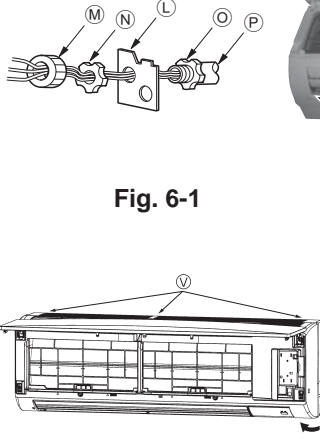
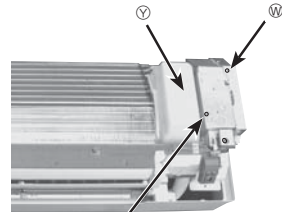

Fig. 6-3
Fig. 6-4
- ③ Défaire 3 crochets. (Fig. 6-3)
- ④ Maintenir la partie inférieure des 2 extrémités du panneau et la tirer légèrement vers vous, puis déposer le panneau en le poussant vers le haut.
- ⑤ Retirer les couvercles avant et latéral du boîtier électrique (1 vis pour chacun). (Fig. 6-4)
- ⑥ Retirer le dispositif d'arrêt de l'eau. (Fig. 6-4)